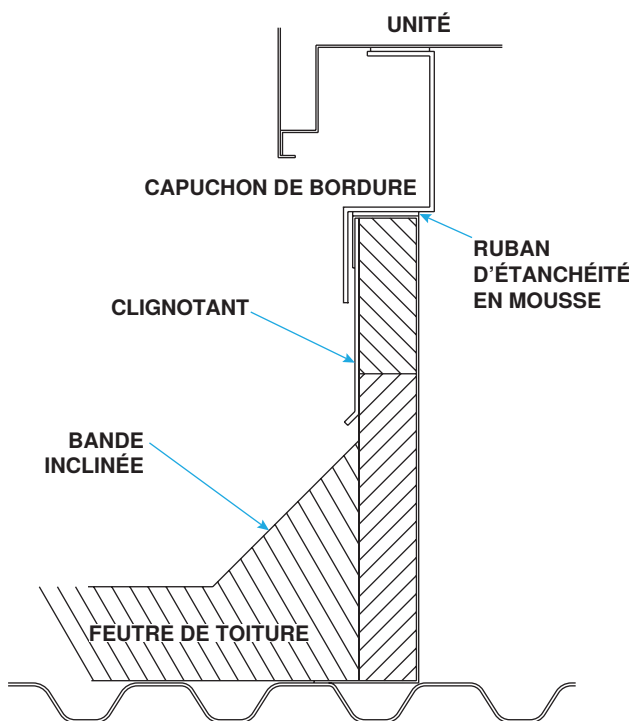

Figure 4. Détail typique d'une bordure de toit
7. Installez les clignotant, les bandes inclinées et le feutre de toiture fournis sur le terrain là où c'est nécessaire, comme indiqué sur la Figure 4. Assurez-vous que le solin se trouve sous le rebord du capuchon de bordure.
8. Avant d'installer l'unité sur la bordure du toit, du ruban d'étanchéité en mousse (voir Figure 4) **DOIT** être appliqué sur la surface supérieure de la bordure, en faisant de bons joints bout à bout dans les coins.